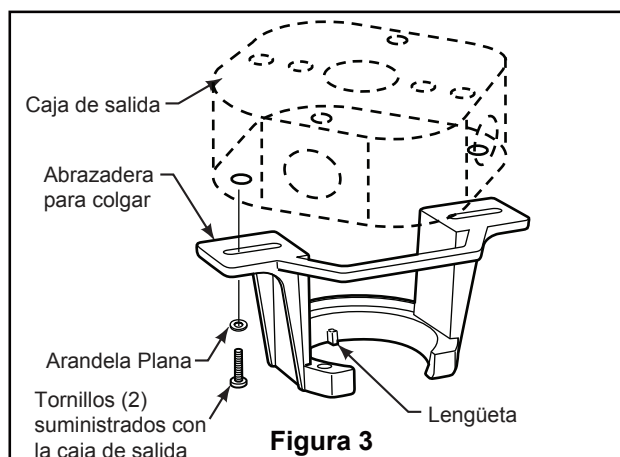

Figura 3
### Uso del soporte (Figura 3)
3. Afloje los dos tornillos de fijación del soporte del barral. Introduzca los cables de color negro, azul y blanco a través de la varilla. (Figura 3)
1. Fije bien la abrazadera para colgar a la caja de salida (no se incluye) con los tornillos y las arandelas provistas con la caja de salida. (Figura 3)
3. Fije los soportes de aspas al soporte del motor mediante los tornillos de 1/4"-20 desde el bolsas de accesorios. a través de los orificios ubicados al costado del soporte del motor. (Figura 3)